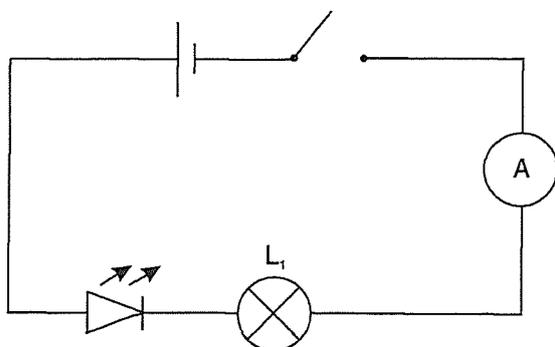

Figure 15.1
4.1. Réaliser le montage représenté à la figure 15.1 (ampèremètre, calibre 50 mA)*. Raccorder la borne positive de la pile à la borne marquée + de la LED.